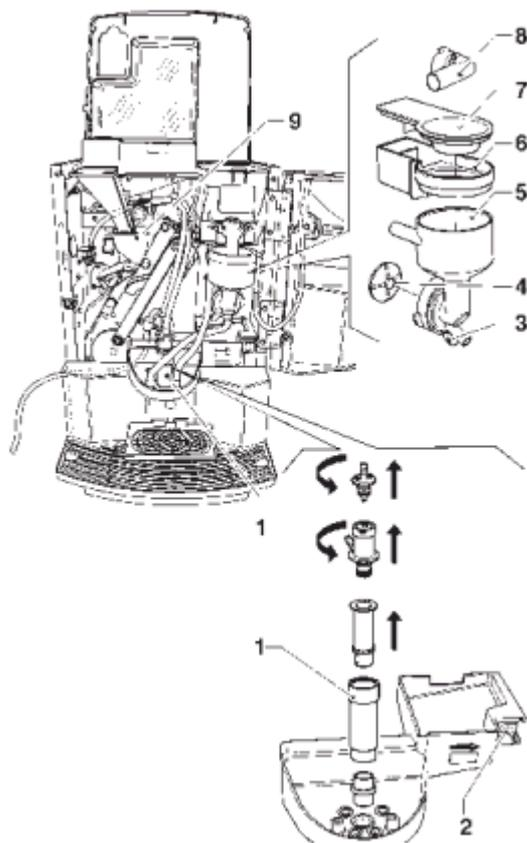

Рис. 9
- поверните крепежную кольцевую гайку водной воронки против часовой стрелки и снимите (смотрите рис. 9) воронки для порошков, ящики для сбора порошка и воронки для воды
- Снимите все детали (смотрите рисунок 9) и промойте их детергентом, убедившись, что все видимые загрязнения и пленки продукта механически удалены, используя при необходимости щетку.